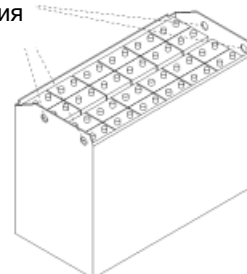

Рис. 2-76
- (4) Места для подъема аккумулятора показаны на Рис. 2-76